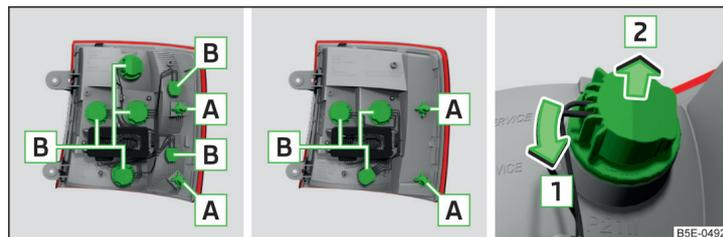

Abb. 246 Äußerer Teil der Leuchte: Grundleuchte / Leuchte mit LED-Dioden
- Die Fassung mit der Glühlampe **B** in Pfeilrichtung **1** drehen » Abb. 246.